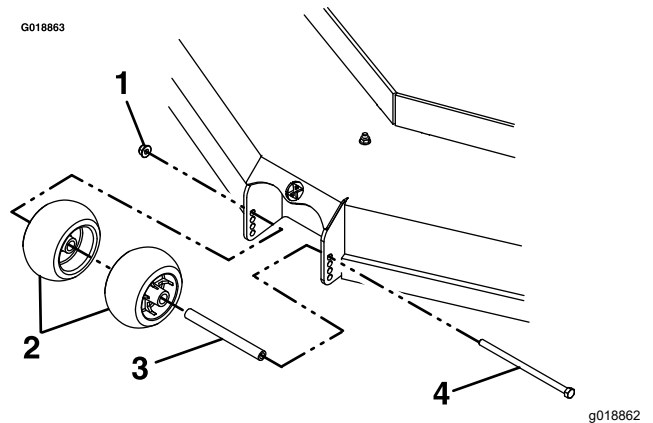

Figure 29
6. Serrez l'écrou Nyloc ($\frac{3}{8}$ po) à un couple de 41 à 47 N·m (30 à 35 pi-lb), comme montré à la Figure 29.